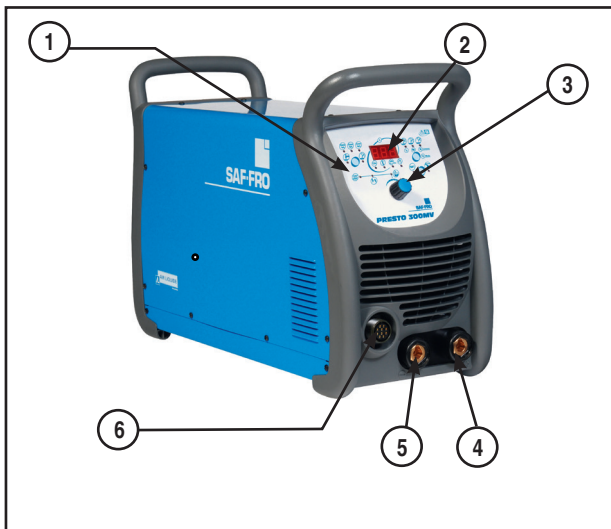

Abb. 2
- a. Schließen Sie bei DCEP (Direct Current Electrode Positive – positiv gepolte Gleichstrom-Elektrode) das Kabel des Elektrodenhalters an den positiven Schweißanschluss an (siehe 4 – Abb. 2).
- b. Schließen Sie bei DCEP (Direct Current Electrode Positive – positiv gepolte Gleichstrom-Elektrode) das Massekabel an den negativen Schweißanschluss an (siehe 5 – Abb. 2) und die Klemme in die Nähe des Schweißbereichs an.
13. Verwendung der Fernbedienung Schließen Sie die Fernbedienung an die 10-polige Buchse an der Frontplatte (siehe 6 – Abb. 2) an und aktivieren sie mit dem Schlüssel (siehe 13 – Abb. 8). In diesem Zustand kann der Strom unabhängig von der Einstellung am Gerät eingestellt werden, aber Vorsicht: Der maximale Schweißstrom über die Fernsteuerung hängt von dem mit dem Encoder-Regelknopf (siehe 3 – Abb. 8) eingestellten Wert an der Frontplatte ab.
4. Schließen Sie das Massekabel an den positiven Ausgangsanschluss (siehe 4 – Abb. 2) und die Klemme in der Nähe der Schweißzone an.
5. Schließen Sie das Brennerkabel an den negativen Ausgangsanschluss (siehe 5 – Abb. 2) an und bringen Sie die erforderliche Elektrode und die Gas-Führungsdüse am Brenner an (überprüfen Sie den Zustand der unschmelzbaren Elektrode).
12. Verwendung der Fernbedienung Schließen Sie die Fernbedienung an die 10-polige Buchse an der Frontplatte (siehe 6 – Abb. 2) an und aktivieren sie mit dem Schlüssel (siehe 13 – Abb. 8). In diesem Zustand kann der Strom unabhängig von der am Gerät vorgenommenen Einstellung angepasst werden kann, allerdings mit Ausnahme des maximalen Schweißstroms der mit dem Encoder-, die mit dem Encoder-Regelknopf (siehe 3 – Abb. 8) festgelegt wird.
Die **BEDIENOBERFLÄCHE** befindet sich an der Frontplatte des Gerätes (siehe 1 – Abb. 2) und ist die Seele der Maschine.